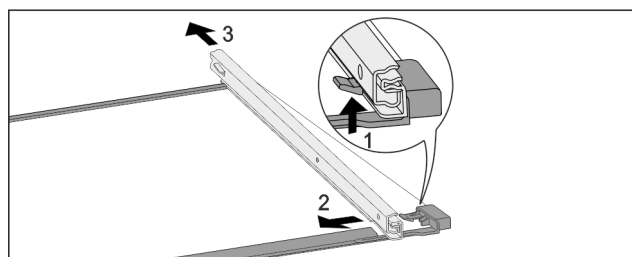

Fig. 191 Скляна пластина з рейками
- ▶ Натиснути передній гачок-фіксатор вгору. Fig. 191 (1)
- ▶ Виштовхнути виїзну рейку в сторону Fig. 191 (2) та назад Fig. 191 (3).